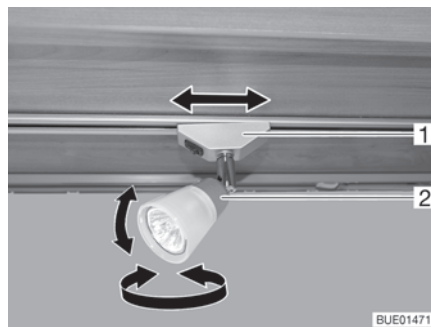

Bild 34 Spotleuchte
- Gehäuse (Bild 34,2) der Spotleuchte in gewünschte Richtung drehen. Das Gehäuse kann in folgende Richtungen gedreht werden:
- Halterung (Bild 34,1) um ca. 45° drehen.
- Halterung (Bild 34,1) um 90° drehen.